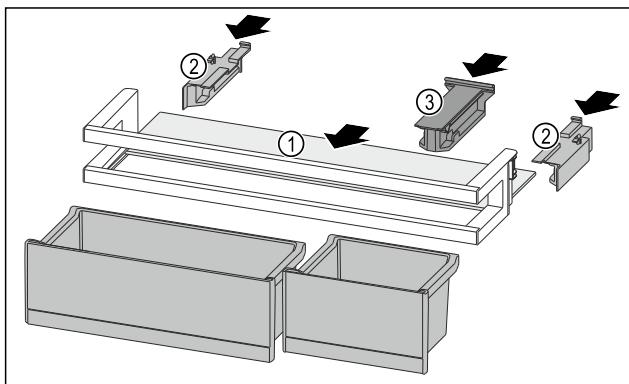

Fig. 130
- ▶ Insérer la tablette de rangement Fig. 130 (1) dans les évidements latéraux.
- ▶ Installer les parties latérales Fig. 130 (2).
- ▶ Installer la pièce de retenue Fig. 130 (3).